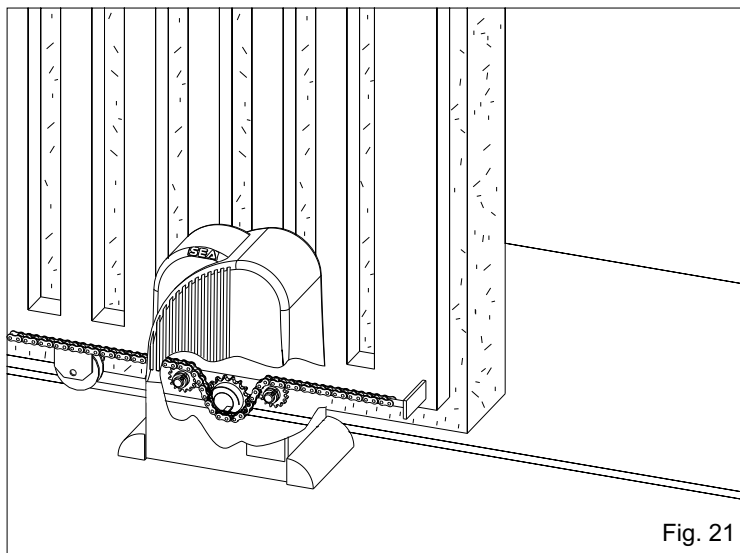
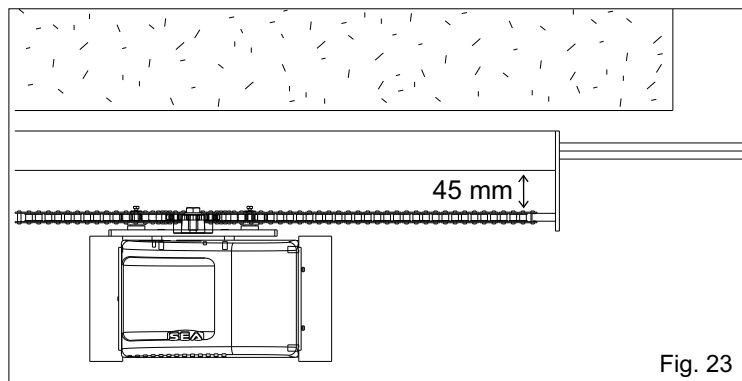
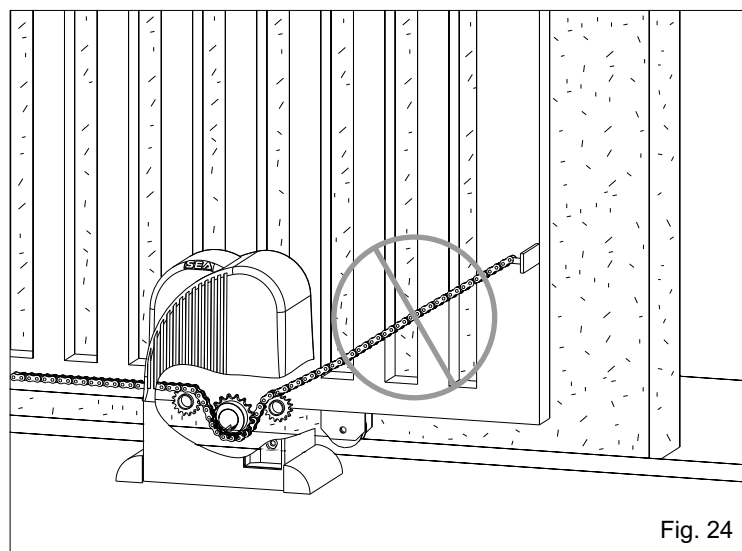

Fig. 21
Fig. 23
Fig. 24
Nelle figure 21 e 22 è possibile vedere la corretta installazione rispettivamente a cancello aperto e a cancello chiuso; si noti il percorso obbligato della catena all'interno del gruppo pignone che non deve essere variato.
Nota: Fare in modo che i fori per il tendicatena e quindi la catena stessa, siano ad una distanza minima dal cancello di 45 mm (Fig. 23).
10.2. Installare la catena facendola passare per il gruppo pignone come in Fig. 20. La catena deve essere sempre in linea, sia verticalmente (Fig. 21) che orizzontalmente (Fig. 23), se non è perfettamente allineata (Fig. 24 e 25) può causare un deragliament della stessa dal gruppo pignone oppure si rischia di avere un maggiore sforzo da parte del motoriduttore non avendo così il giusto funzionamento dell'impianto.